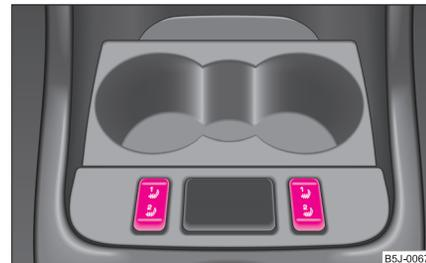

Abb. 48 Wippschalter:
- Durch Drücken des Wippschalters in die Position **①** oder **②** schalten Sie die Sitzheizung vorn auf 25 % oder 100 % der Leistung ein ⇒ Abb. 48.